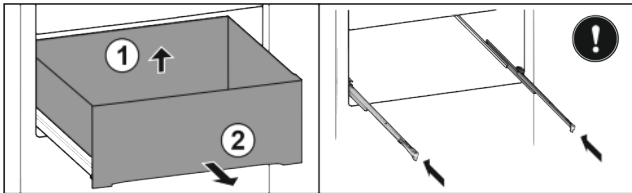

Fig. 26\*
- ▶ Підняти висувний ящик назад Fig. 26 (1).\*
- ▶ Витягнути вперед Fig. 26 (2).\*